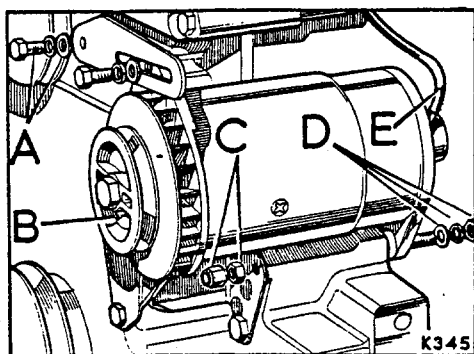

Abb. A1-91. Befestigungen der Lichtmaschine
7. Einstellglied der Lichtmaschine anschrauben. Siehe Abb. A1-91. Riemenspannung auf 8–11 mm einstellen. Die Riemenspannung ist mit Daumen-